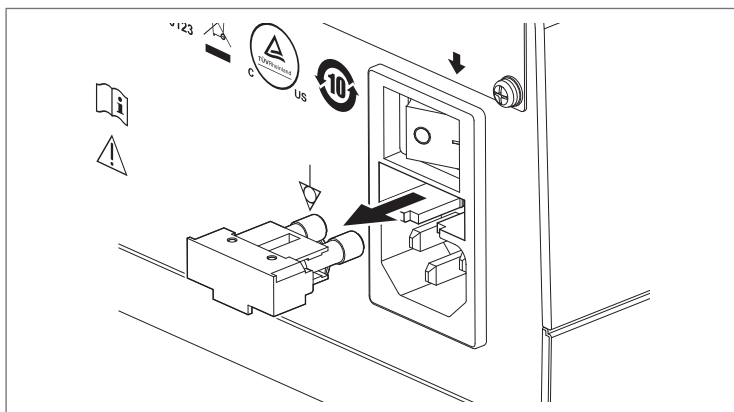

Рис. 6.2
4. Медленно извлеките блок предохранителей (рис. 6.2).